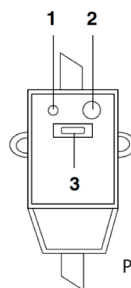

Рис. 6
- Вставьте вилку водонагревателя в розетку, после этого загорятся индикаторы работы. Это означает, что водонагреватель включен и на него подается питание. Чтобы проверить работу защитного устройства, При подключении к электрической сети питания на лицевой стороне УЗО загорится индикатор «Питание» (1); Для тестирования УЗО нажмите кнопку «Тест» (2). Индикатор Питания (1) будет отключен; для перезапуска УЗО нажмите кнопку «Перезапуск» (3) (см. Рис.6). Если в процессе эксплуатации произойдет утечка тока, устройство защитного отключения автоматически отреагирует на это и отключит питание водонагревателя. Если после аварийного отключения кнопка перезапуска (3) не может быть нажата, это означает, что устройство неисправно. Если кнопка перезапуска (3) ключается сразу после нажатия, это означает, что утечка тока не устранена или что устройство неисправно. В вышеперечисленных случаях для устранения дефекта необходимо обратиться к квалифицированному специалисту из службы сервиса за помощью.